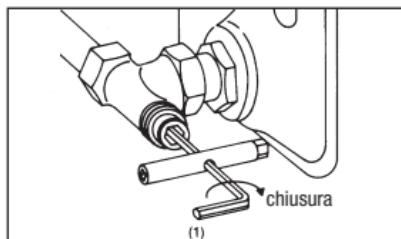

Fig. 4 Intercettazione del detentore a servizio del radiatore
2. Chiudere l'otturatore conico con una chiave esagonale CH 6 (6mm) (1) girando in senso orario (Fig. 4).